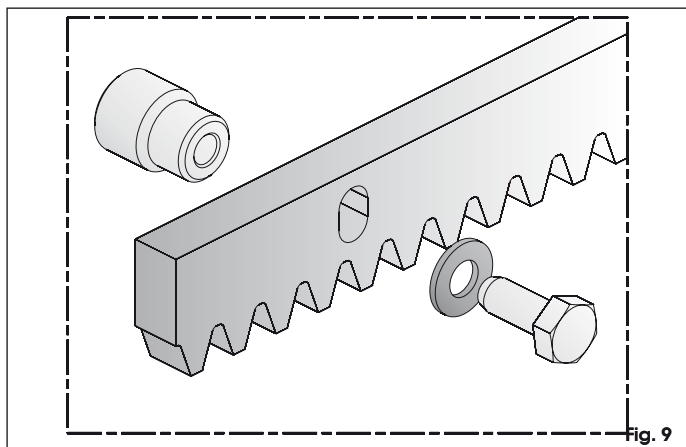

Fig. 9
1. Maak de tandheugel gereed (leverbaar op verzoek), met de bijgeleverde schroeven TE 8 x 25 en vast te lassen afstandstukken, zoals in fig.9. Om te voorkomen dat de afstandstukken op de poort worden gelast zijn er holle afstandstukken verkrijgbaar met bevestigingsschroeven TE 8 x 50.